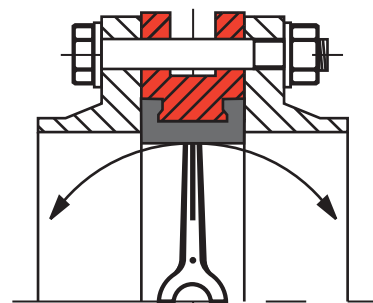

Рис. 2 (неправильно)
2) В случае использования фланцев с внутренним диаметром больше номинального диаметра затвора фланцы не будут полностью закрывать седловое уплотнение, что может привести к повреждению и деформации седлового уплотнения (Рис. 2).
Необходимо поочередно ослабить все противоположные по диагонали болты на участке трубопровода «БЕЗ ДАВЛЕНИЯ» для демонтажа фланца (Рис. 2).